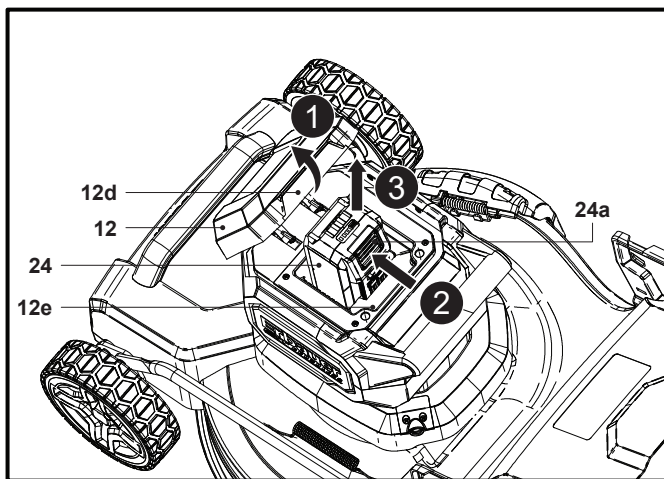

Fig. 8
1. Maintenir la languette (12d) et ouvrir le couvercle du compartiment de la batterie (12) (Fig. 8, étape 1).
2. Appuyer sur le bouton de déverrouillage (24a) pour déverrouiller le loquet de la batterie (24) (Fig. 8, étape 2).
3. Faire glisser la batterie (24) hors de son compartiment (12e) (Fig. 8, étape 3).
4. Fermer le couvercle du compartiment de la batterie (12).